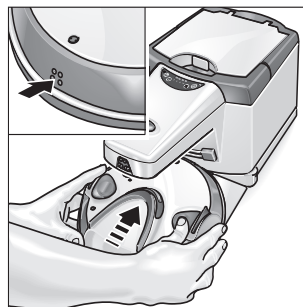

Fig. 7 : mise en route après une longue période d'arrêt
- placer le robot sur la station et appuyer pendant env. 60 secondes les contacts de charge du robot contre les contacts de charge de la station (fig. 7).